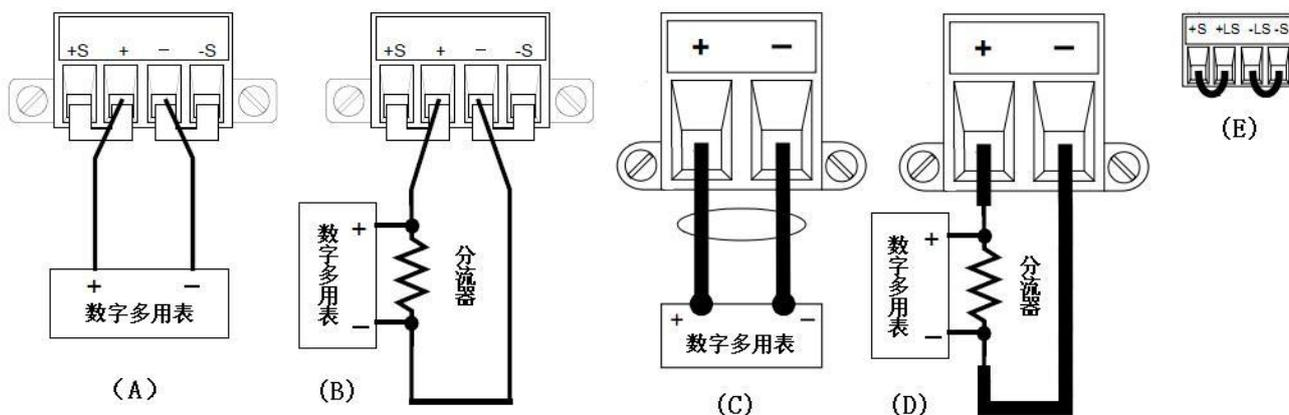

图 B-2 校准连接示意图
校准所需仪器见表 B-3, 校准连接示意图见图 B-2, 其中模块 DC1764-M3020A, DC1764-M3035A, DC1764-M3060A, DC1764-M3100A 和 DC1764-M3150A 的电压和电流校准连接示意图分别如图 B-2 (A) 和图 B-2 (B) 所示, 模块 DC1764-M3020B (20V 模块) 的电压和电流校准连接示意图如图 B-2 (C) 和图 B-2 (D) 所示, 并将 S 端子按图 B-2 (E) 进行连接。